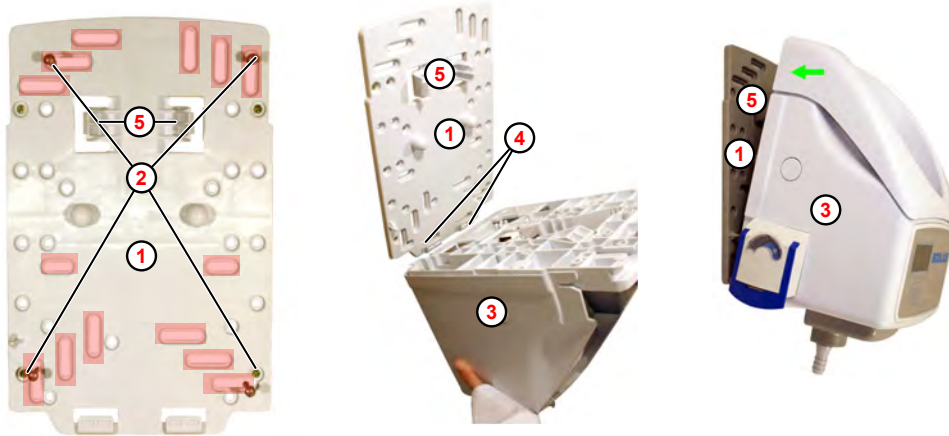

Fig. 3: Montaggio a parete (Esempio EcoPlus S)
1. ➤ Contrassegnare i fori desiderati nel punto di montaggio tramite il supporto a parete (Fig. 3 , ①) ② .
3. ➤ Fissare il supporto ① alla parete con il materiale di fissaggio idoneo.
4. ➤ EcoPlus PDRX ③ posizionare ④ dall'alto nei ganci del supporto a parete ① .
5. ➤ EcoPlus PDRX ③ oscillare il supporto a parete ① e premere indietro finché non scatta in posizione.